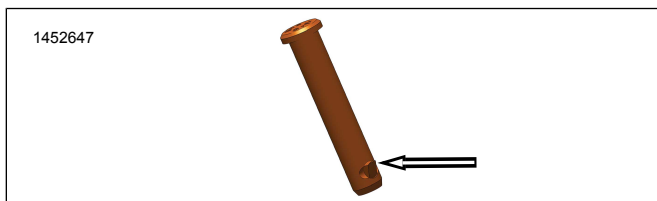

Figure 2. Clevis Pin Locking Tab
1. Alisin ang clevis pin ng footpeg ng rider (A).
- a. Figure 2 Hanapin ang locking tab.